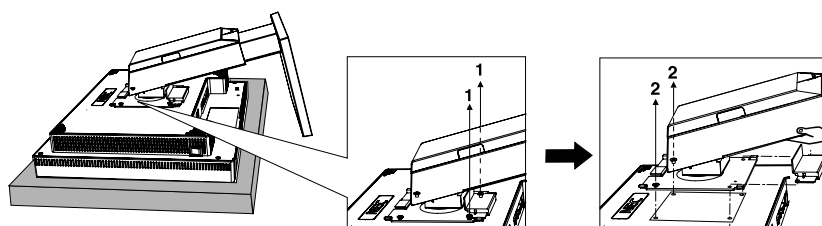

Figura S.4
4. Desenrosque el par de tornillos "1" y "2" en ese orden (**Figura S.4**).